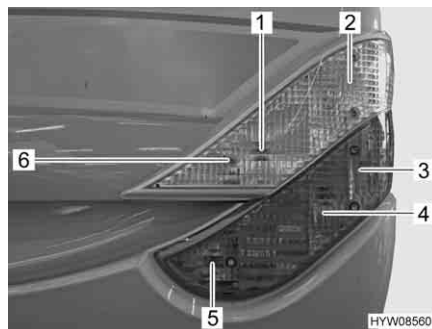

Fig. 227 Luci posteriori (lato anteriore)
- Svitare le sei viti ad esagono cavo (Fig. 227,6)